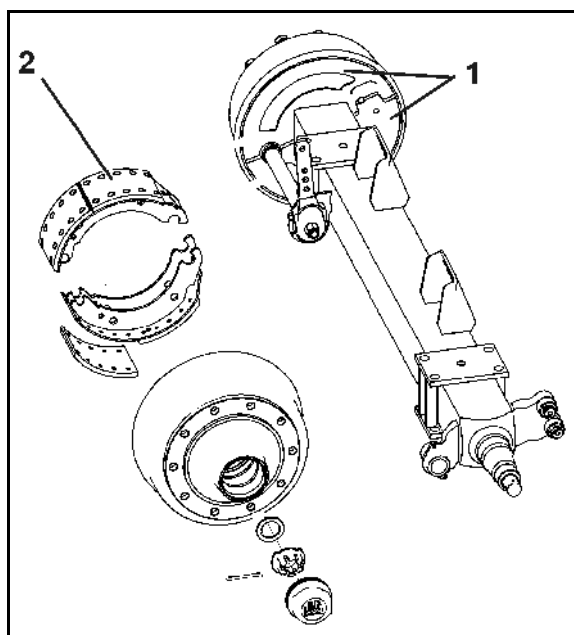

Fig. 83
1. Skru de to afskærmninger (Fig. 83/1) af på indersiden af bremsetromlen.
Indtrængende snavs kan sætte sig på bremsebelægningerne (Fig. 83/2), hvilket kan medføre væsentligt nedsat bremseevne.